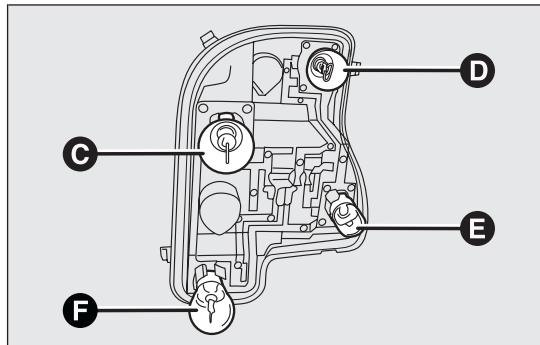

Abb. 116
- Die Lampen haben folgende Anordnung: Abb. 116: